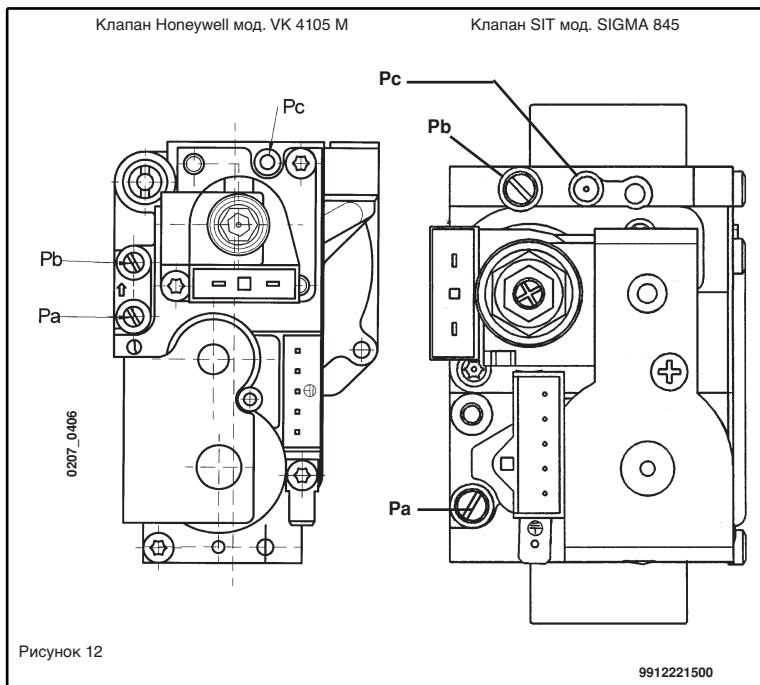

Рисунок 12
Способ калибровки регулятора давления несколько отличается в зависимости от типа используемого газового клапана (HONEYWELL или SIT см. рисунок 12).
- соедините точку замера давления (положительная величина) какого-либо дифференциального манометра, по возможности, служащего для измерения давления воды, с точкой измерения давления (Pb) газового клапана (рисунок 12). Подсоедините, только для моделей с герметичной камерой, точку замера отрицательной величины давления того же манометра с соответствующим тройником, который позволил бы соединить вместе компенсационную точку бойлера, компенсационную точку газового клапана (Pc) и сам манометр. (Аналогичную операцию можно выполнить подсоединив манометр к точке измерения давления (Pb), и без передней панели герметичной камеры); Измерение давления на горелках, выполненное методами, отличными от вышеописанных, может оказаться неверным, потому что на него повлияет разрежение, создаваемое вентилятором в герметичной камере.
- убедитесь в правильности динамического давления питания бойлера, измеренного в точке (Pa) газового клапана, (рисунок 12 на) (30 мбар для бутана, 37 мбар для пропана или 20 мбар для природного газа).